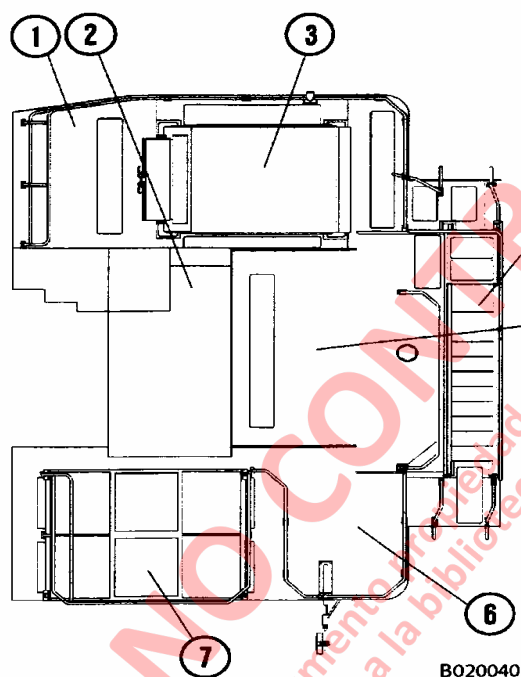

FIGURA 2-1. COMPONENTES DE LA CUBIERTA
Los componentes de la cubierta son desmontables por secciones como se muestra en la Figura 2-1. Las siguientes instrucciones de desmontaje y montaje detallan los pasos a seguir antes de desmontar las cubiertas y el capó. Se podría requerir realizar acciones adicionales antes de desmontar la cubierta u otra estructura mayor, dependiendo del equipo opcional instalado en el camión.
1. Saque el accesorio que une la escala diagonal (4, Figura 2-1) al parachoques delantero.
1. Retire las cubiertas de acceso de las rejillas de retardo (7, Figura 2-1). Rotule y desconecte todos los conductores eléctricos para preparar el desmontaje. Instale un aparato de levante a los ojales de elevación de las rejillas.